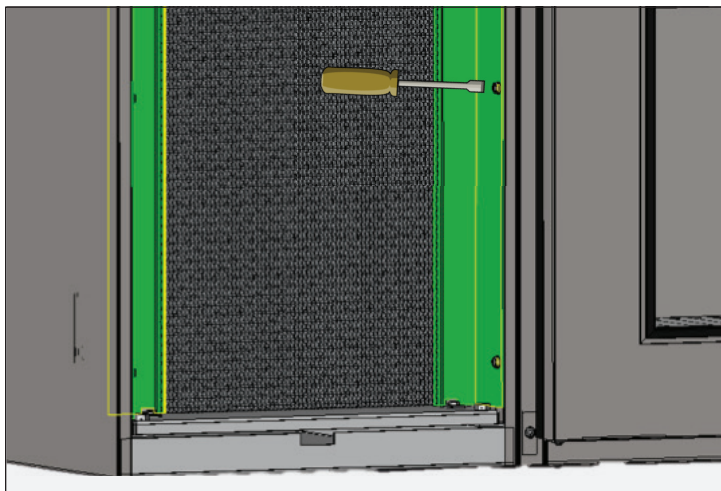

Рис. 6. Удалите кронштейны змеевика.
7. Удалите кронштейны змеевика конденсатора. См. рис. 6.